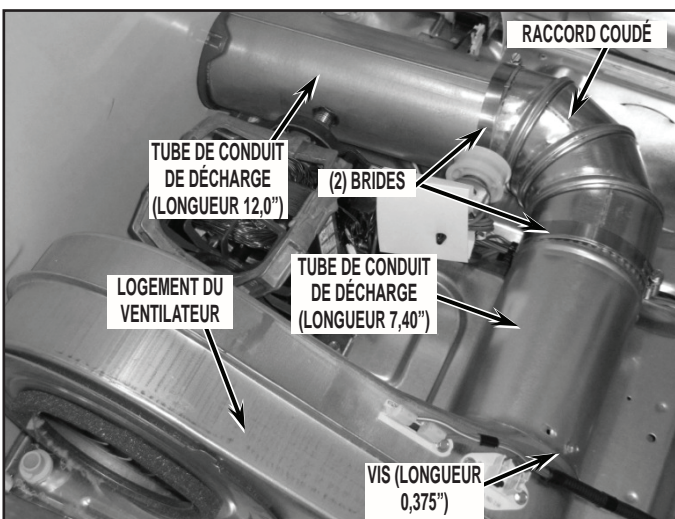
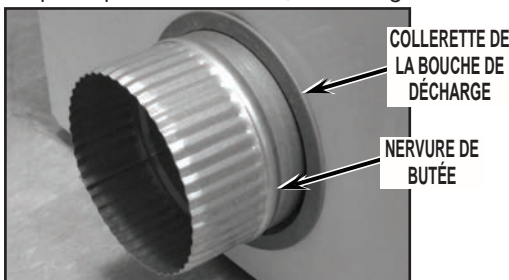

FIGURE 30
FIGURE 31
- Combiner/assembler les composants suivants du circuit de décharge fournis dans l'ensemble - tube de conduit de décharge (longueur 305 mm (12,0")), raccord coudé et une bride. Serrer légèrement chaque bride pour qu'elle retienne les composants, mais en permettant encore un mouvement relatif des composants; voir la *Figure 30*.
- Insérer le sous-ensemble décrit à l'étape N°5 à travers l'ouverture qui était obturée par l'opercule arrachable dans le panneau latéral du côté gauche, extrémité nervurée placée vers l'extérieur; placer une bride sur le raccord coudé et raccorder l'extrémité du raccord coudé au tube de conduit de décharge (longueur 187 mm (7,40")) déjà présent à l'intérieur de la sécheuse; voir la *Figure 30*.
- Depuis l'extérieur de la sécheuse, installer la collerette de la bouche de décharge (fournie avec l'ensemble) – enfiler la collerette sur le tube de conduit de décharge et provoquer la mise en place par emboîtement; voir la *Figure 31*.
- Positionner correctement l'ensemble du circuit de décharge; veiller à ce que la nervure de butée sur le tube de conduit de décharge (longueur 305 mm (12,0")) soit à l'extérieur de la sécheuse; voir la *Figure 31*. Bien serrer chaque bride; voir la *Figure 30*.